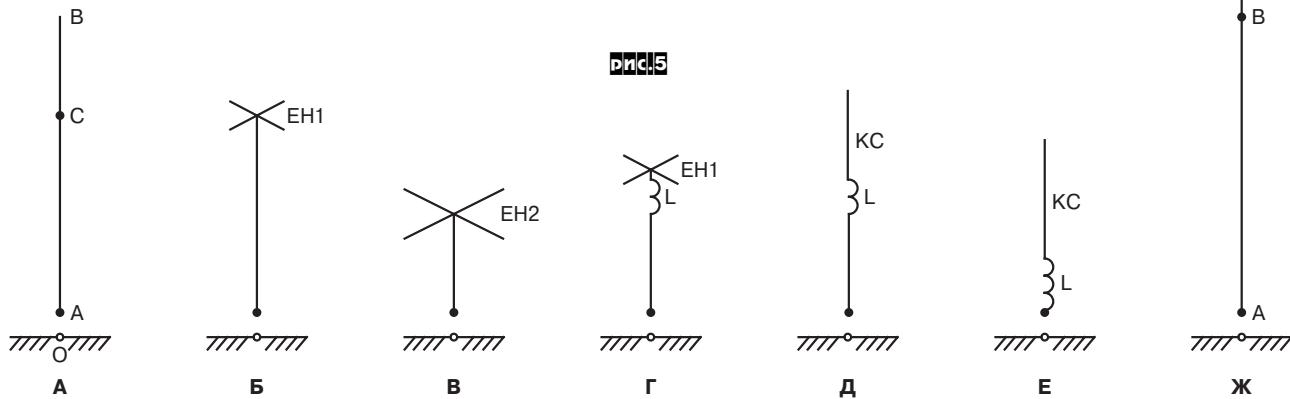

рис.5
**2.2. На рис.5 показаны несколько вибраторов разной конфигурации, расположенных над «идеальной» землей, точки питания А–О.**
**Б.** Уменьшить длину вибратора, сохранив его настройку  $X_a = 0$ , можно за счет применения т.н. емкостной нагрузки ЕН1 (рис.5б). Нагрузка характеризуется емкостным сопротивлением  $X_{EN1}$ , которое зависит от количества  $n$  проводников ЕН, их длины  $\ell_{EN1}$  и диаметра  $d_{EN1}$ .
**В.** Еще более короткий вибратор получится при использовании емкостной нагрузки больших геометрических размеров ЕН2 (рис.5в) и, соответственно, с меньшим значением  $|X_{EN1}|$ .
**Г.** Уменьшить величину  $|X_{EN1}|$  нагрузки можно не только за счет увеличения размеров ЕН, но и искусственно, включив последовательно с ЕН реактивное сопротивление другого знака – индуктивность  $L$  с  $X_L < |X_{EN1}|$  (рис.5г). К примеру, допустим, что  $X_{EN1} = -j1000$
**Д.** На вибраторе А-В (рис.5а) можно условно выделить концептуальную секцию (КС) В-С. Из условия равенства настроек вибраторов (рис.5а и 5б) следует, что  $X_{KC}=X_{EH1}$ . Следовательно, роль EH1 может выполнять и одиничный вертикальный штырь (КС), включенный выше катушки L (рис.5д). Отличие КС от EH состоит в том,
**Е.** При равенстве (по абсолютной величине) обеих частей нагрузки  $X_L=|X_{KC}|$  получится вибратор на рис.5е.
**Ж.** Если пойти дальше и задаться нагрузочной цепью с  $X_L>|X_{KC}|$ , для сохранения резонанса размер вибратора придется увеличить до  $\ell>\lambda/4$  (рис.5ж).
Физика процессов в рассмотренных вариантах заключается в следующем. В резонансном вибраторе длиной  $\ell=\lambda/4$  (рис.5а) поступившая из фидера «очередная порция» тока при движении сохраняет фазу неизменной и только в момент отражения от конца вибратора испытывает скачок фазы на  $180^\circ$ . Изменение фазы вновь поступающего из фидера тока, к моменту возвращения отраженного, также достигнет  $180^\circ$ , т.е. фазы обоих токов совпадут, что и составляет суть резонанса.
При реактивной нагрузке на конце вибратора также произойдет отражение тока. Если нагрузка емкостная, фаза отраженной волны будет меньше  $180^\circ$  (ток через емкость опережает напряжение), в результате для сохранения резонанса длины вибратора придется уменьшить на величину  $\Delta\ell_1$  (т.е. уменьшить время движения волн по вибратору). Этот вариант иллюстрируется рис.5б, в, г. И, наоборот, если нагрузка индуктивная, фаза отраженной волны будет больше  $180^\circ$  (ток через индуктивность отстает от напряжения), что потребует удлинения вибратора на величину  $\Delta\ell_2$  (рис.5ж).